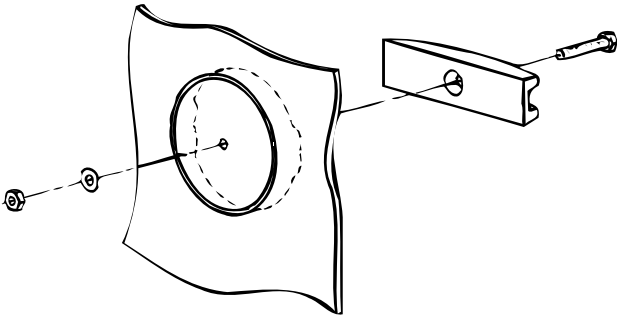

Bild 2: Lockborttagare
4. Vid topp- eller bakanslutning skall blindlocket avlägsnas med hjälp av specialverktyget som medföljer, se Bild 2. (Som alt. kan locket avlägsnas enligt Bild 3)